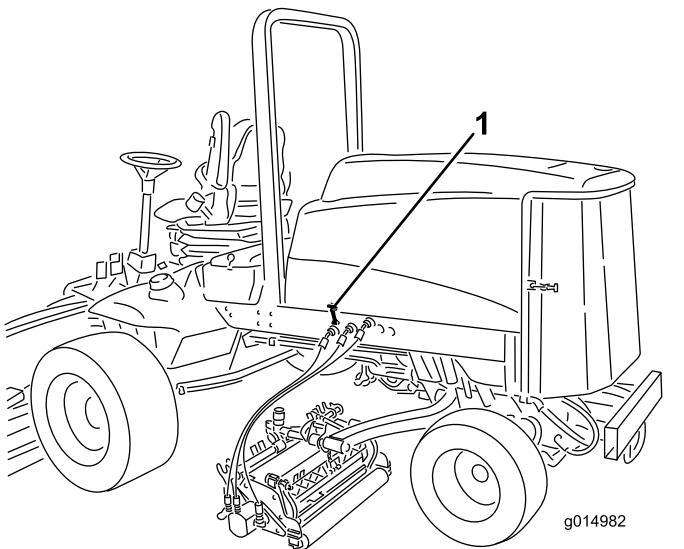

Figura 63
1. Rilasciate i fermi e il perno del cofano (Figura 63) e aprite il cofano.